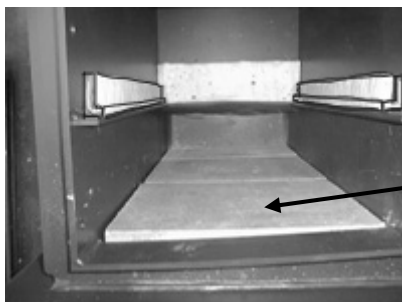

Fig. 2,3
5) Posez les soles sur le matelas isolant du foyer. Voir Fig. 2,3.